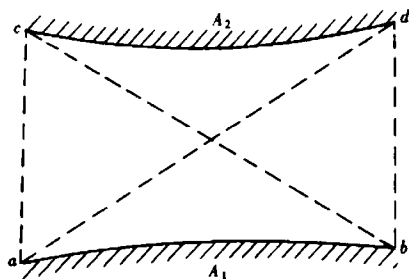

图 10-4 两个不相交凸面之间的角系数
2. 两个不相交的凸面 ab 和 cd 之间的角系数 (如图 10-4)